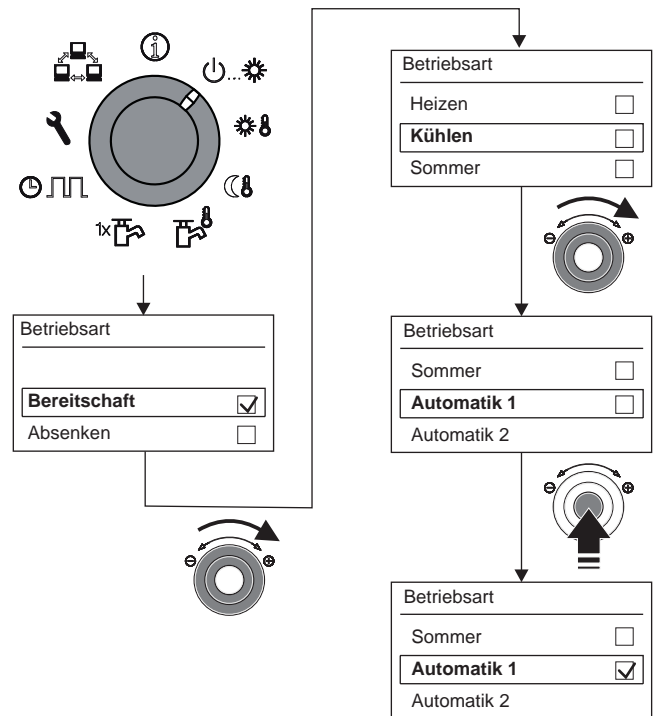

**Bild 3-6** Info-Werte anzeigen (Beispiel Anlagendruck)
- ➔ Wert wird angezeigt (Beispiel siehe Bild 3-6).
An der Regelung RoCon HP kann in eingeschaltetem Zustand der Anlagendruck (Wasserdruck) des internen Kreises (direkter Heizkreis) angezeigt werden. Der Wasserdruck ist als erster Info-Parameter nach der Betriebsdatenübersicht verfügbar (siehe Bild 3-6).